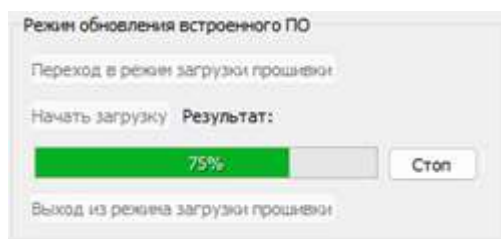

Рис. 6 Загрузка прошивки
2.10. Нажмите на кнопку «Начать загрузку». Начнётся процесс загрузки: индикатор прогресса отображает ход процесса загрузки (Рис. 6).